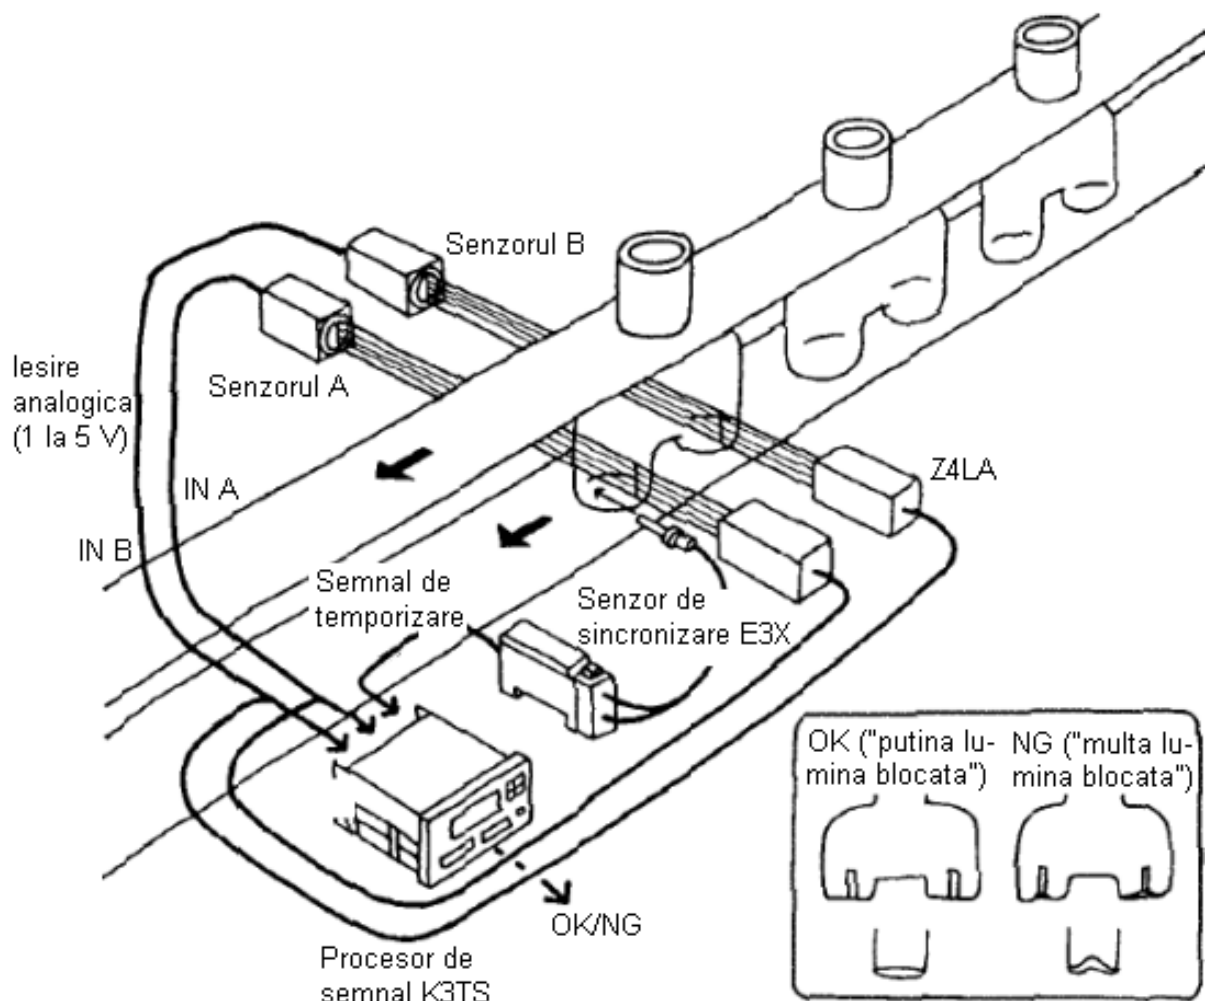

Fig.19
1.8.1. Detectarea erorilor de modelare aplicație (fig.19):